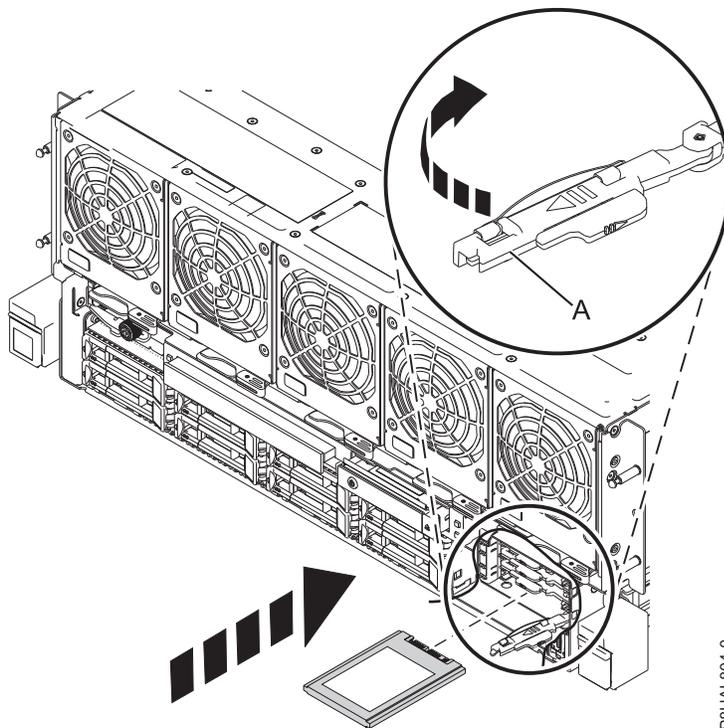

Abbildung 37. Solid-State-Laufwerk in einem System vom Typ 8408-44E oder 8408-E8E austauschen
13. Der Griff des Solid-State-Laufwerks (A) muss in der entriegelten Position sein, während Sie ihn nach außen ziehen, um auf die Führungsschienen im Steckplatz des Solid-State-Laufwerks zugreifen zu können. Stützen Sie das Solid-State-Laufwerk unten mit Ihrer Hand, wenn Sie es an den Führungsschienen im Steckplatz des Solid-State-Laufwerks ausrichten. Siehe Abb. 37.
17. Verriegeln Sie das Laufwerk, indem Sie den Griff (A) in die gezeigte Richtung drehen. Siehe Abb. 37.